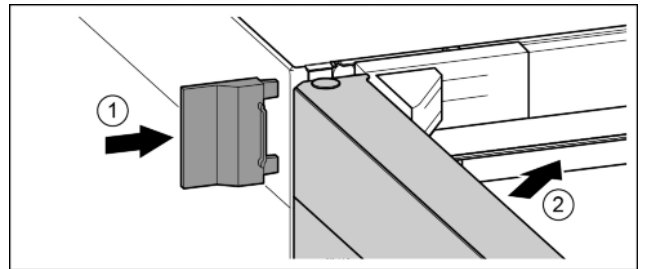

Fig. 25
- ▶ Pousser le cache extérieur. *Fig. 25 (1)*
- ▶ Fermer la porte supérieure. *Fig. 25 (2)*